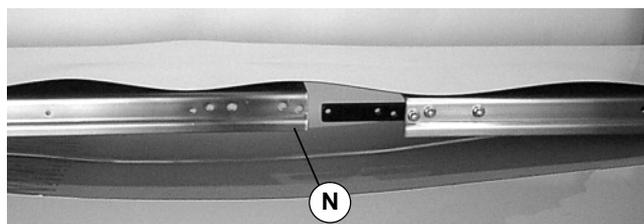

Abbildung 7
4. Den Förderbandrahmen (N siehe Abbildung 7) in die Bandschleife plazieren.